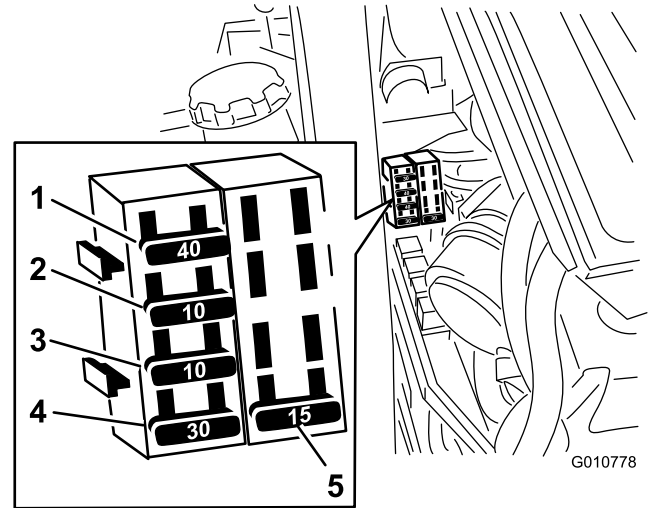

Figure 49
1. Déverrouillez et soulevez le capot pour accéder au porte-fusibles (Figure 49).
3. Remplacez le fusible (Figure 49).